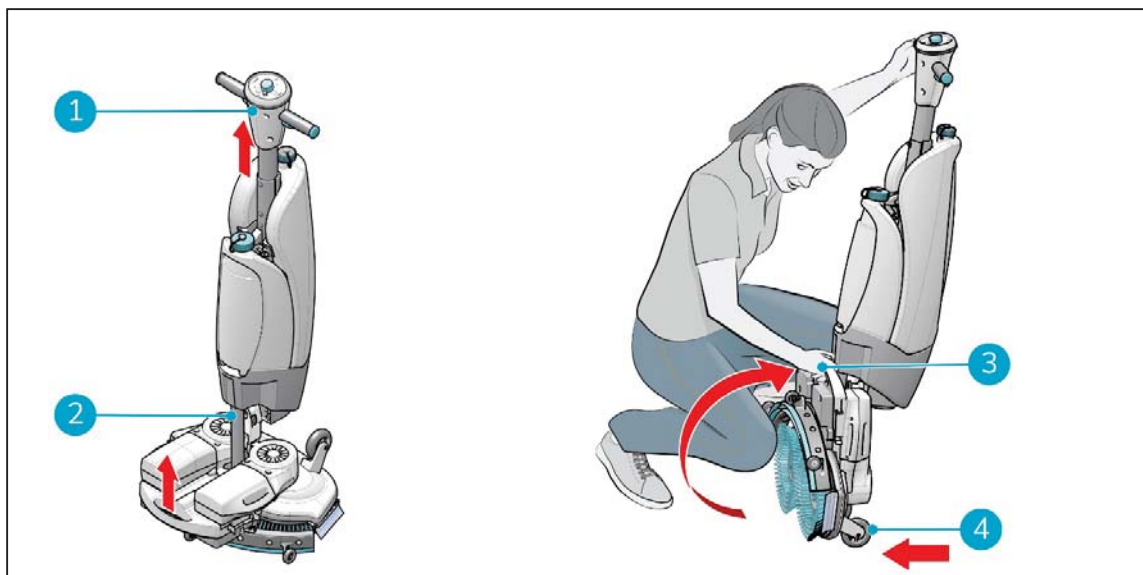

Figure 5
1. Veillez à ce que le tuyau d'aspiration (Figure 5, pos 2) soit repoussé dans la machine afin qu'il ne se coince pas.
2. Accroupissez-vous et maintenez la poignée (Figure 5, pos 1) d'une main tout en tenant la plate-forme de récurage (Figure 5, pos 3) avec votre autre main.
3. Soulevez lentement la plate-forme de récurage jusqu'à ce qu'elle se tienne droit sur les roues avant (Figure 5, pos 4). Guidez le corps vers la plate-forme de récurage jusqu'à ce qu'elle s'enclenche en position de repos.